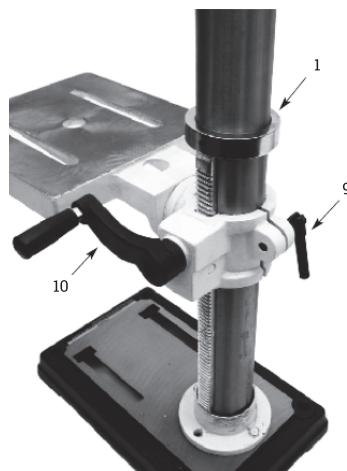

Рис. 4. Установка стопорного кольца, изогнутой и зажимной рукоятки
Повернуть стол в сборе вокруг стойки. При необходимости отрегулировать кольцо во избежание заклинивания рейки. Прикрепить изогнутую рукоятку (10) к червячному валу (7). Зафиксировать рукоятку установочным винтом (2), после чего затянуть его заподлицо с торцом червячного вала. Вставить рукоятку для блокировки (9) в кронштейн стола (6) и затянуть ее, чтобы зафиксировать кронштейн (рис. 4).